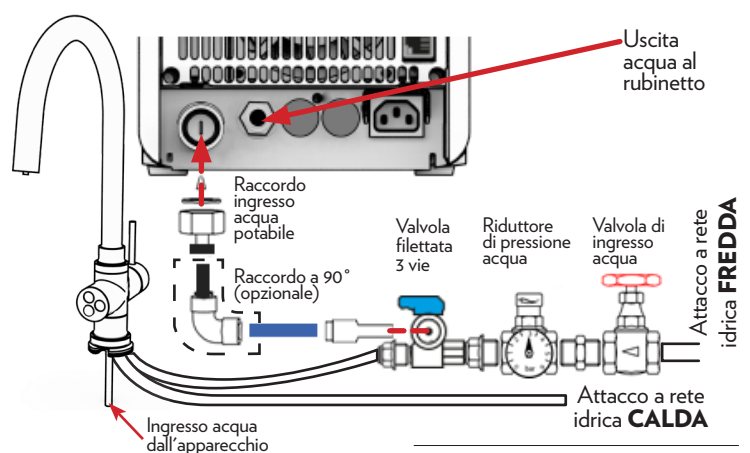

Fig. 1-12
19.3 - Predisporre il collegamento sul punto di presa idrica in base allo schema indicato nel disegno, vedi Fig. 1-12.
19.5 - Il raccordo di allacciamento idrico dell'apparecchio è situato alla base del lato posteriore, nell'apposito vano allacciamenti, vedi Fig. 1-12.